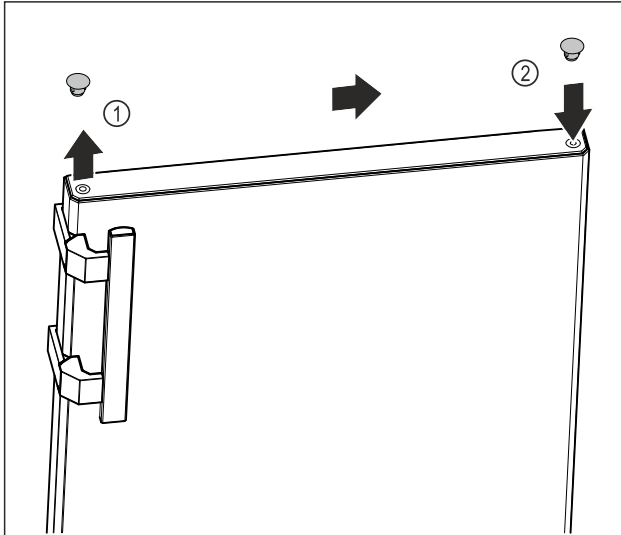

Fig. 9
- ▶ Óvatosan emelje le az ajtó felső oldalán a fedődugót Fig. 9 (1) egy lapos csavarhúzóval.
- ▶ Helyezze fel a fedődugót a másik oldalon. Fig. 9 (2)